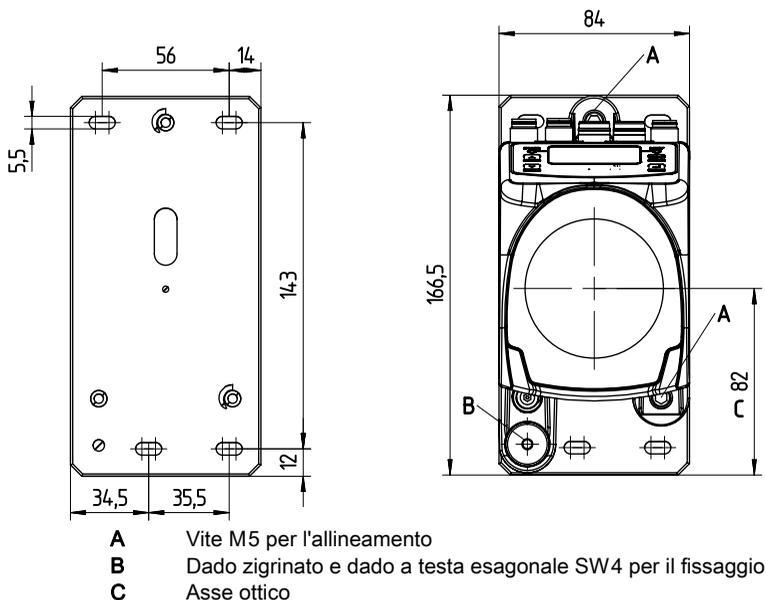

Figura 5.2: Montaggio del dispositivo
Il punto luminoso laser viene posizionato in modo che incida sempre sul centro del riflettore sul lato opposto, sia che si trovi alla distanza minima o massima di quest'ultimo. Per l'**allineamento utilizzare le due viti Inbus M5 («A»** in Figura 5.2). Durante l'allineamento, accertarsi che la vite zigrinata e il controdado (**«B»** in Figura 5.2) siano ben aperti.
*Affinché, durante il servizio continuo, l'allineamento del sistema di misura laser non subisca variazioni, stringere poi a mano la vite zigrinata e quindi serrare il fissaggio con il dado a testa esagonale con chiave da 4 («B» in Figura 5.2). La vite a testa zigrinata ed il dado devono essere serrati a fondo solo dopo l'allineamento.*